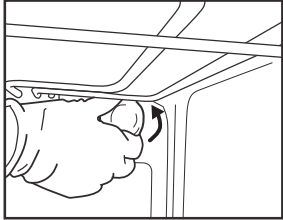
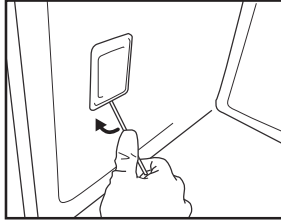

Рис. 6
Рис. 7
2. Викрутіть плафон (рис. 6), замініть лампочку (див. примітку щодо типу лампочок) і закрутіть плафон назад (рис. 7).
3. За допомогою викрутки зніміть плафон (рис. 7).